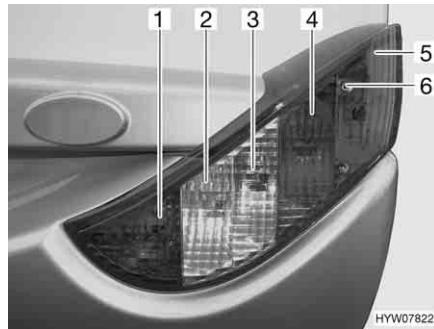

Fig. 193 Luci posteriori (lato anteriore)
- Svitare le tre viti ad esagono cavo (Fig. 193,6).